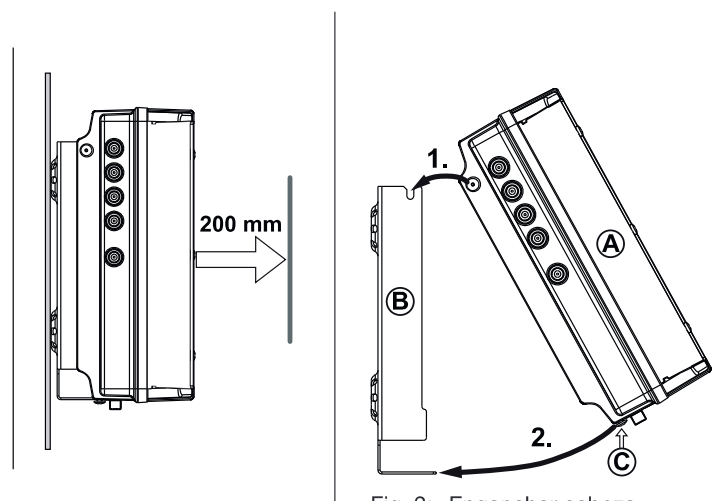

Fig. 3: Enganchar cabeza terminal
1. Monte el soporte de pared en posición horizontal sobre la superficie de montaje, véase ② en Fig. 3. Al hacerlo tenga en cuenta:
2. Enganche la cabeza terminal ① al soporte de pared ②; véase Fig. 3.
3. Apriete el tornillo ③.